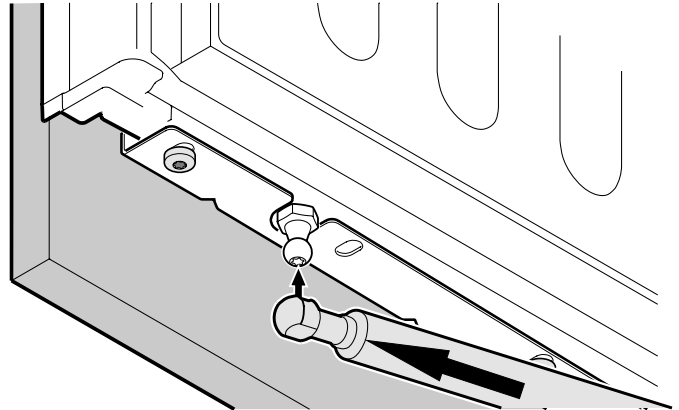

Figure 32
13. Tirer le cylindre amortisseur et le relier au pivot à rotule (**Figure 32**).